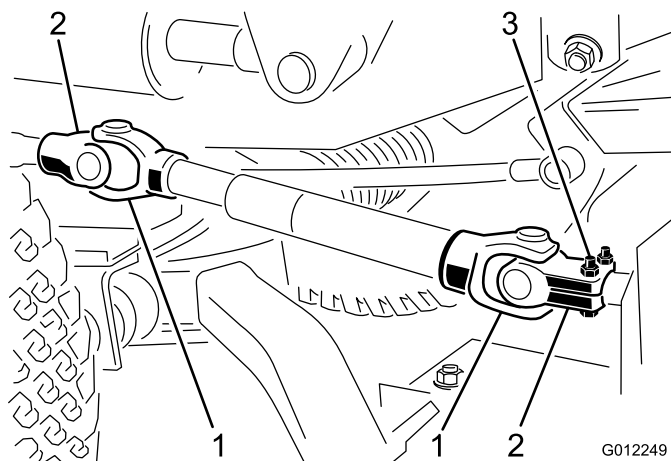

図 8
1. ユークの穴をギアボックスの入力シャフトの穴に合わせる。ヨークをシャフトに入れ、ロールピンとキャップスクリュー (5/16 x 1-3/4 インチ) 2本とロックナット (5/16 インチ) で固定する (図 8)。